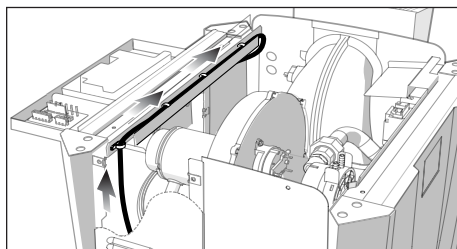

Figure 13. Routage du harnais de dérivation
3. Acheminer le fil le long de l'intérieur du réchauffeur et derrière la goulotte haute tension. Voir la Figure 13.
2. Brancher le connecteur rapide à 4 bornes GR/BK, B/BK, PK et PK à la position Dérivation de la carte (27 et 28). Se reporter à la *Figure 13 (Dérivation)*.